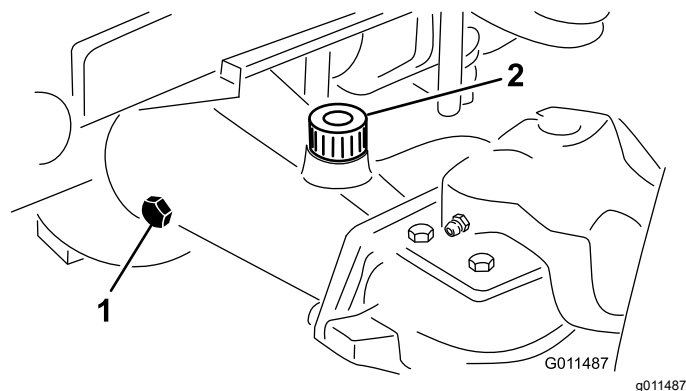

Figure 107
2. Enlevez un bouchon de contrôle à une extrémité du pont et vérifiez que le lubrifiant atteint la base de l'orifice (Figure 107).